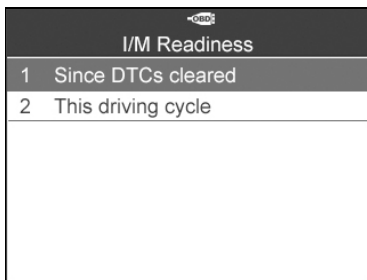

Abbildung 6.14
- 3) Unterstützt das Fahrzeug beide Arten von Tests, werden auch beide im Bildschirm zur Auswahl angeboten. (Abbildung 6.14)